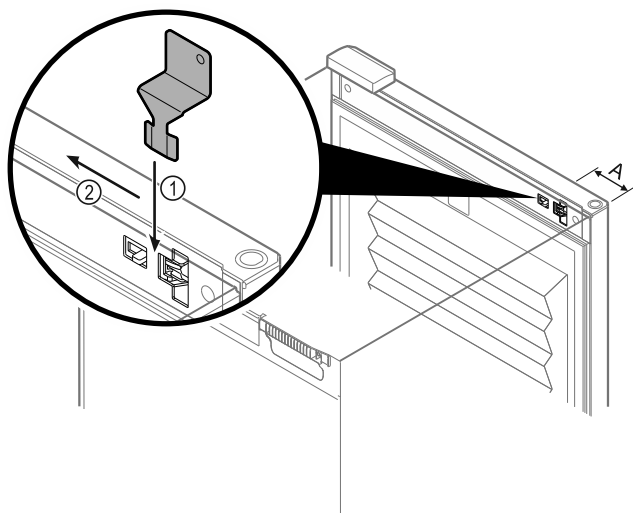

Fig. 90
- ▶ Anbring nødoplåsningsnøglen på det krævede sted Fig. 90 (A) \approx 100 mm.
- ▶ Sæt nødoplåsningsnøglen ind mellem døren og apparatets korpus fra oven indtil anslag Fig. 90 (1).
- ▶ Træk nødoplåsningsnøglen mod hængselsiden Fig. 90 (2).